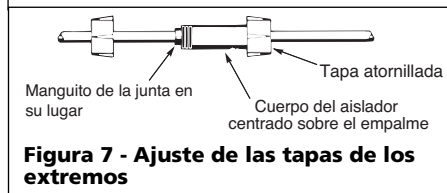

Figura 7 - Ajuste de las tapas de los extremos
- Centre el cuerpo del aislador sobre el empalme y deslice los manguitos de junta por el cuerpo todo lo que sea posible. Atornille las tapas sobre el cuerpo del aislador (Figura 7) y ajuste a mano para obtener un empalme fuerte y a prueba de agua.